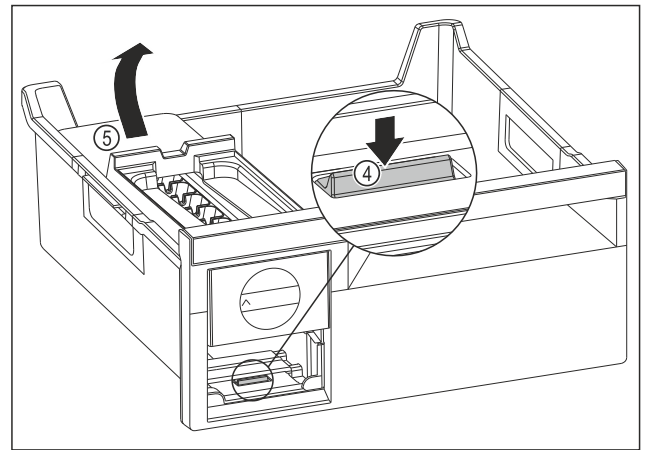

Fig. 93
- ▶ EasyTwist-Ice-Korpus entnehmen: Lasche Fig. 93 (4) mit Finger nach unten drücken und gleichzeitig mit der anderen Hand den EasyTwist-Ice-Korpus Fig. 93 (5) von hinten anheben.